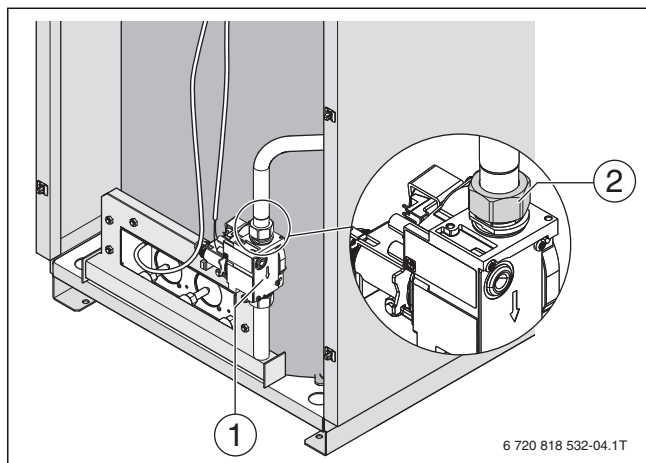

Рис. 34 Демонтаж горелки
- ▶ Подсоедините газоподводящую трубу к клапану резьбовым соединением [2] с моментом затяжки 48-52 Н\*м (→ рис. 34, стр. 33).